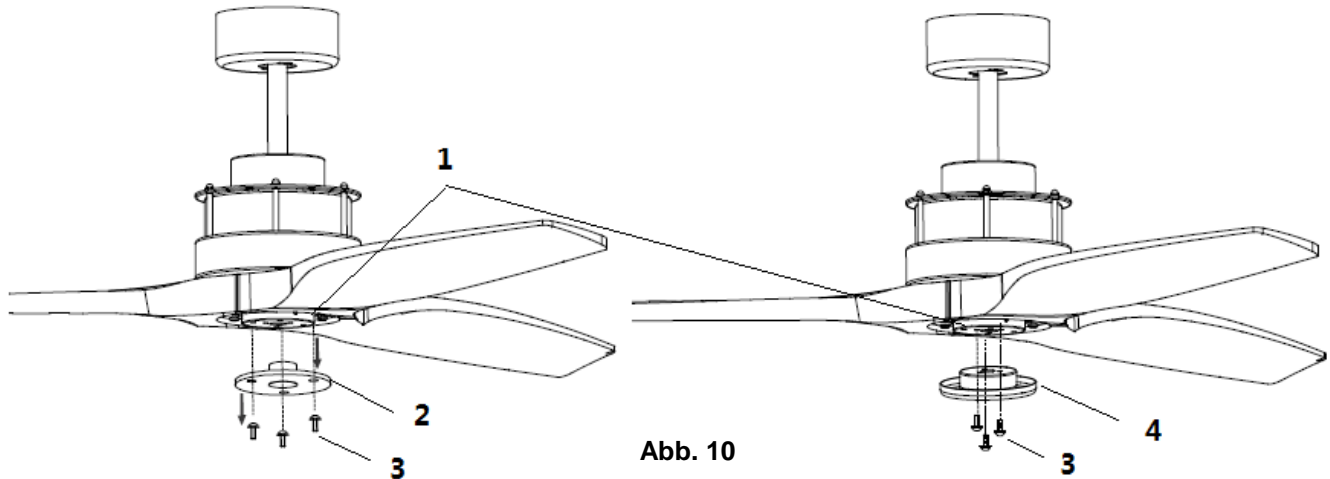

Abb. 10
- Entfernen Sie den Adapter für die Abdeckung für die Unterseite (2) vom Gehäuse des Beleuchtungssatzes (1), indem Sie die 3 Schrauben lösen (3). Abb. 10
- Befestigen Sie den Adapter für den Beleuchtungssatz (4) am Gehäuse des Beleuchtungssatzes (1), indem Sie die 3 Schrauben verwenden (3). Abb. 10